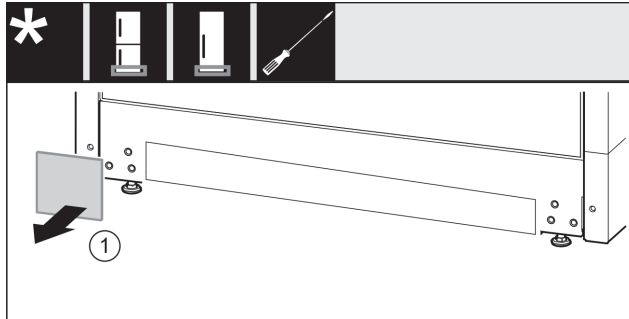

Fig. 14
- ▶ Retirar la cubierta. *Fig. 14 (1)*